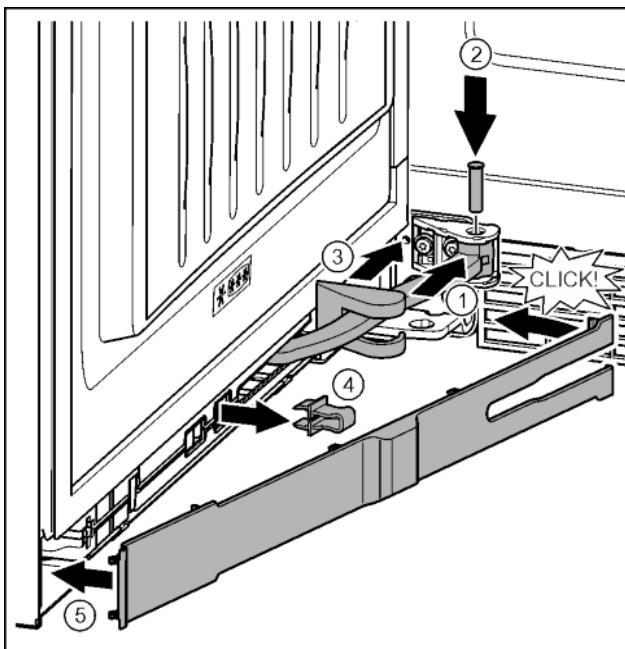

Fig. 40
- Повернуть шарнир в навеске. Fig. 40 (1)
- С помощью отвертки T15 вставить палец в навеску и шарнир. При этом следить за тем, чтобы выступ фиксатора занимал правильное положение в пазу. Fig. 40 (2)
- Переместить крышку опорного кронштейна вдоль шарнира и установить над навеской. Fig. 40 (3)
- Снять предохранитель. Fig. 40 (4)
- Установить накладку со стороны ручки и повернуть. Fig. 40 (5)